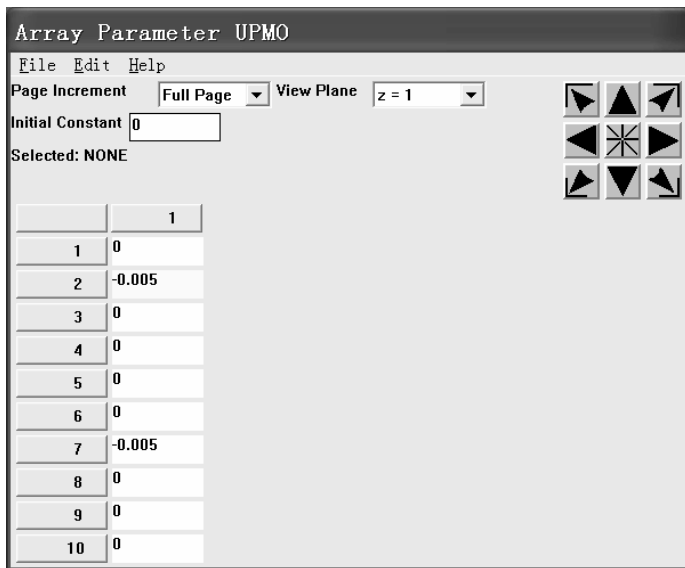

图 10-100 “Array Parameter UPMO”窗口
(20) 单击“Array Parameter DISX”窗口左上角的“File”下拉菜单,再单击下拉菜单中出现的“Apply”,再次单击“Array Parameter DISX”窗口左上角的“File”下拉菜单,接着单击下拉菜单中出现的“Quit”返回到“Array Parameters”窗口。
(21) 用鼠标左键单击选中“Array Parameters”窗口中的“UPMO”,然后单击“Edit...”按钮,弹出“Array Parameter UPMO”窗口(见图 10-100)。在“Array Parameter UPMO”窗口左下方的 10 个方框中依次填入“0”、“-0.005”、“0”、“0”、“0”、“0”、“-0.005”、“0”、“0”、“0”。